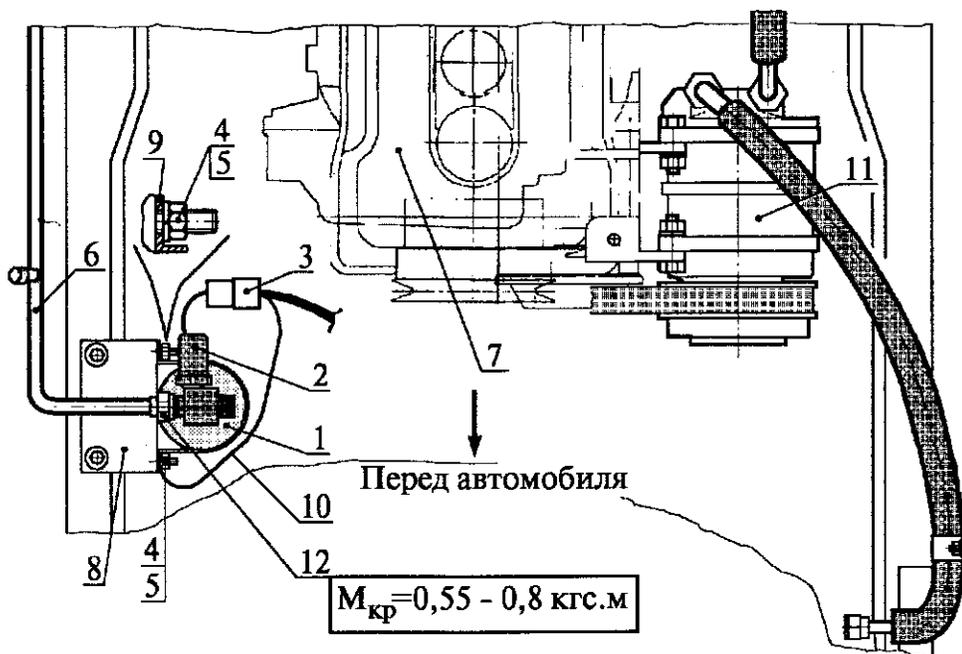

Рис. 33. Установка ресивера с датчиком давления в сборе:
5.22. Установить ресивер 1 (рис. 33) с датчиком 2 давления в сборе на кронштейн кузова в последовательности, обратной снятию (см. п. 4.6), при этом руководствоваться следующими техническими требованиями: